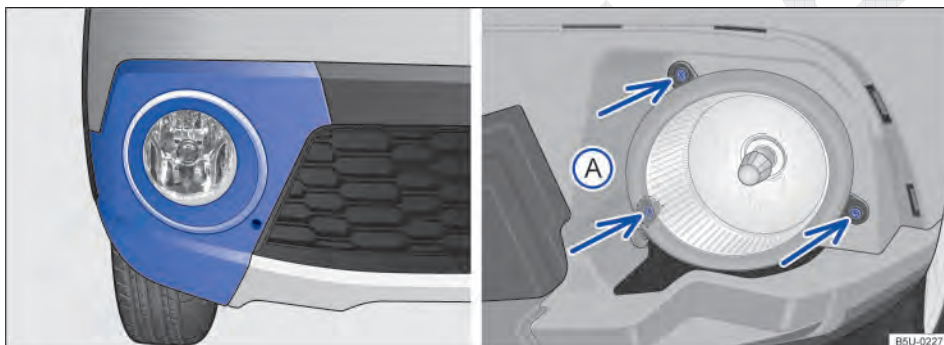
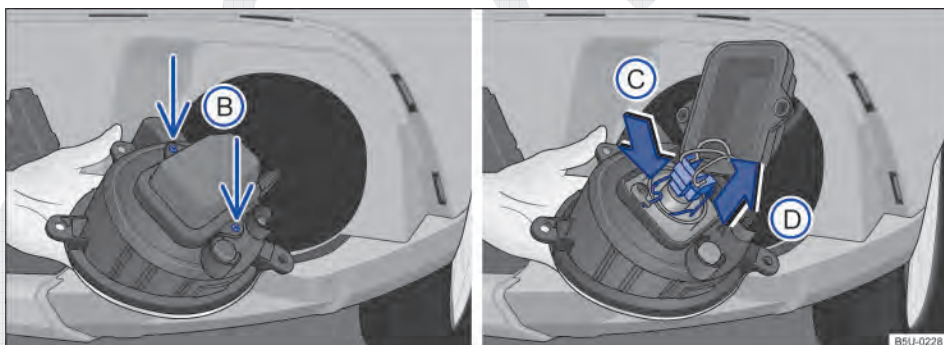

Fig. 192 No para-choque dianteiro: desinstalar o farol de neblina.
Fig. 193 Remover a cobertura para acesso à lâmpada e acesso à lâmpada do farol de neblina.
2. Retirar a cobertura do para-choque ⇒ Fig. 192 (região azulada), puxar no sentido para frente.
3. Remover os parafusos de fixação ⇒ Fig. 192 (A) (setas).
5. Remover os parafusos de fixação da cobertura de acesso à lâmpada do farol de neblina ⇒ Fig. 193 (B).
6. Desencaixar o conector de alimentação da lâmpada no sentido da seta (D).
7. Comprimir a mola de travamento no sentido da seta ⇒ Fig. 193 (C) e deslocá-la para destravar a lâmpada.
11. Pressione a mola de travamento (C) e encaixar no suporte para fixar a lâmpada incandescente .
13. Recolocar e apertar os parafusos de fixação (B) da cobertura de acesso à lâmpada .
15. Recolocar e apertar os parafusos de fixação ⇒ Fig. 192 (A).
16. Encaixar a cobertura do para-choque ⇒ Fig. 192 (região azulada).